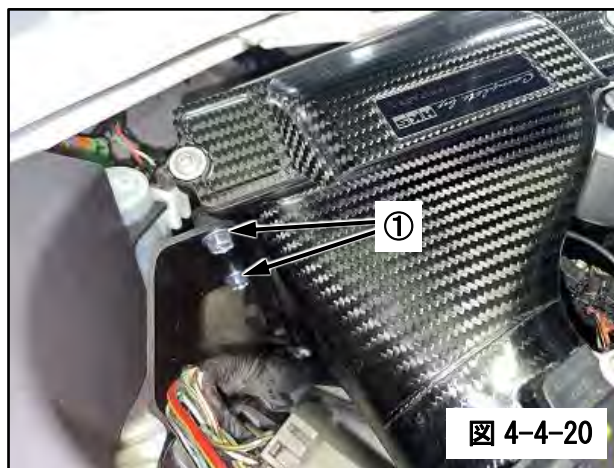

図 4-4-20
(19)で仮付けしたボルトを締めてください。(図 4-4-20)